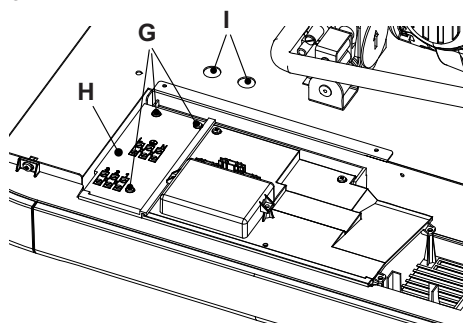

Fig. 5.21
Desenrosque los tornillos (G) y desmonte la tapa de cobertura de la bornera (H), Fig. 5.21.